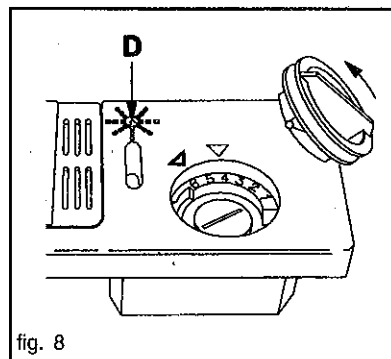

fig. 8
- Adapter l'entonnoir de remplissage qui se trouve à l'intérieur du lave-vaisselle sur l'orifice du réservoir à sel (fig. 8).
- Tourner le couvercle du réservoir d'1/4 de tour dans le sens anti-horaire et le retirer (fig. 8).